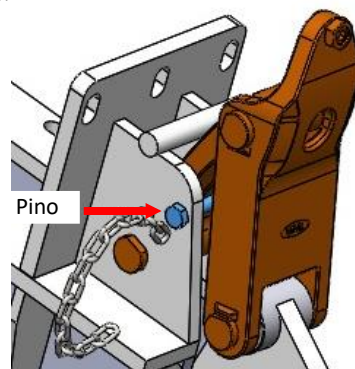

Fig.6.9: Pino da haste escarificador.
2. Com a haste recolhida, trave com o pino (Fig. 6.9) na posição de desarme.